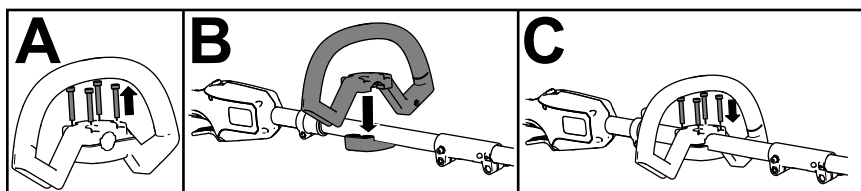

Figure 5
1. Séparez la poignée auxiliaire du support en retirant les 4 vis à tête creuse à l'aide de la clé Allen fournie (A de la Figure 5).
2. Placez la poignée auxiliaire au-dessus de son support sur le manche de la débroussailleuse (B de la Figure 5).
3. Fixez la poignée auxiliaire à son support à l'aide des 4 vis à tête creuse retirées précédemment (C de la Figure 5).